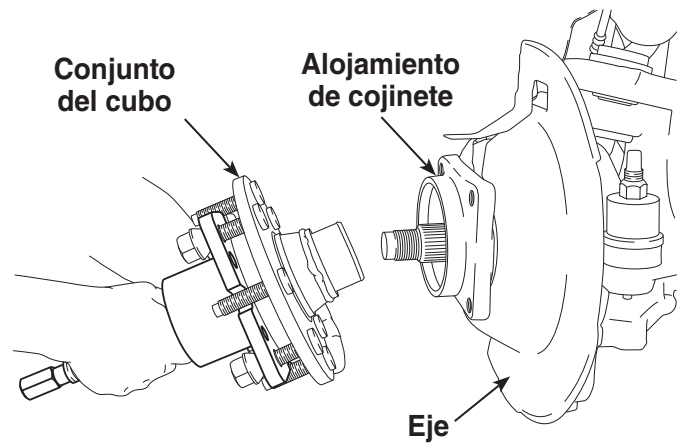

Figura 2
1. Quite el extractor del cubo. Consulte la figura 2.